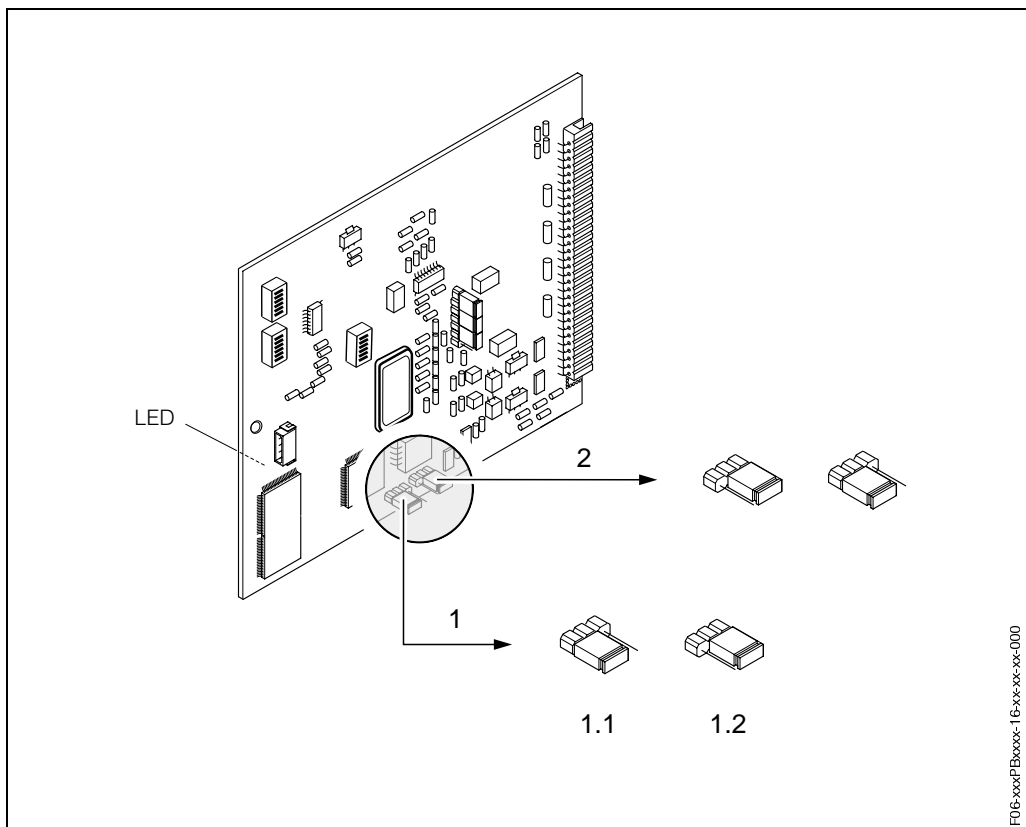

Fig. 46: Configuración del hardware (cuadro de entrada/salida)
3. Configure convenientemente la protección contra escritura del hardware, utilizando para ello los puentes de conexión (Fig.46).